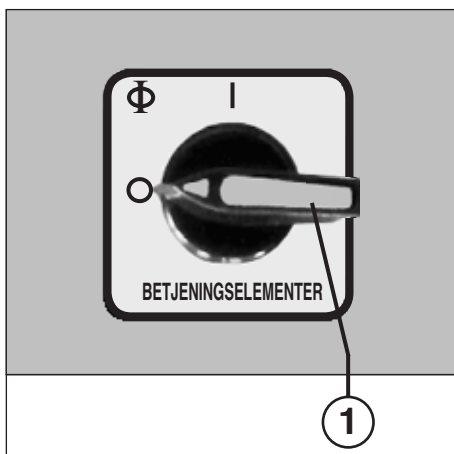

Fig. 1
Sorg for, at maskinen er frakoblet om natten (hovedafbryder (1) (fig. 1) i stilling "0").